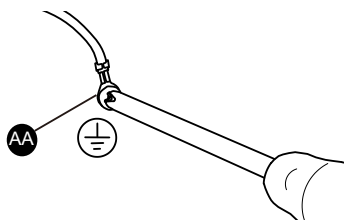

Figura 13 - Conexión a tierra del alambre
3. Instale el terminal de masa en la pared trasera de la cámara de combustión con 1) M4.2X8 tornillo (AA). El agujero para instalar el tornillo está marcado con el símbolo de puesta a tierra como se muestra en la Figura 13.